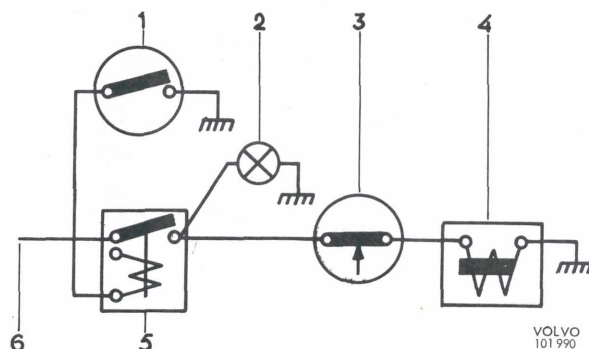

Bild 3. Elektriskt kopplingsschema
Vid inkoppling av överväxeln slår man till en kontakt placerad under ratten eller på instrumentbrädan. Ström passerar denna kontakt och går via kontakten på växellådan till en solenoid (4) på överväxeln, se bild 3.